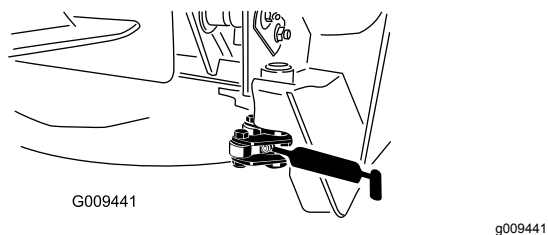

Figura 66
- Duas articulações do trinco (Figura 66)